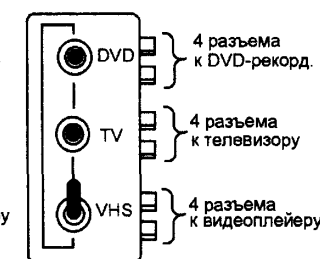

Рисунок 5.
3. Если нужно воспроизводить видеокассеты, – тумблер «VHS» – в положение «TV». Остальные – в нейтральном (рис. 5).